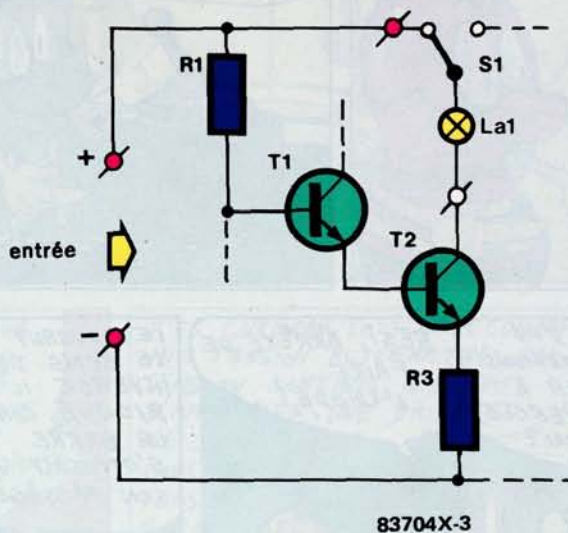

Figure 3 - Cette vue partielle du schéma montre le circuit du courant de l'ampoule.
- la résistance R3 (voir également **figure 3**)
L'ampoule La1 s'allume ou s'éteint selon que T2 est conducteur ou non. Le circuit de commande de T1 rend T2 conducteur si la polarité de la tension à tester est correcte. La figure 3, nous montre que la jonction base-émetteur de T1 est alors